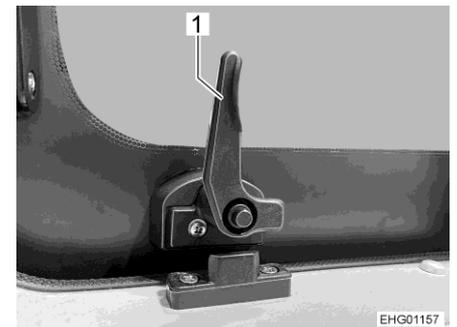

Bild 18 Verriegelung, geöffnet
- Alle Verriegelungen (Bild 18,1) öffnen.
- Alle Verriegelungen (Bild 18,1) schließen.